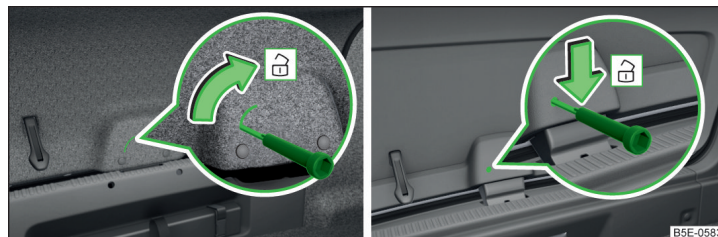

Fig. 345 Déverrouiller le capot variante 1 / variante 2
- › Insérez un tournevis ou un outil similaire dans l'ouverture de l'habillage » fig. 345 jusqu'en butée.